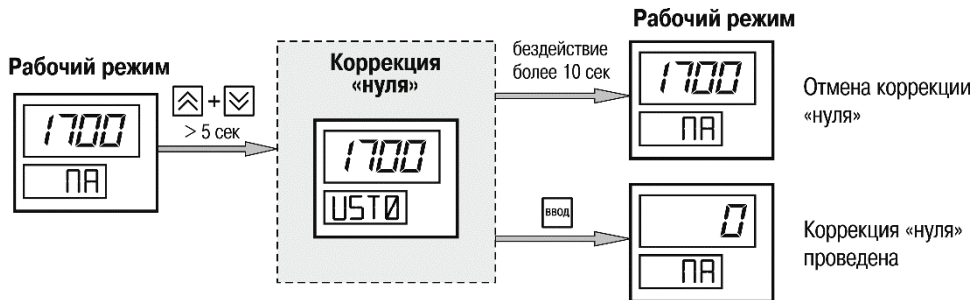

Рисунок 8.3 – Пользовательская коррекция «нуля»
- через быстрый доступ (см. рисунок 8.3);